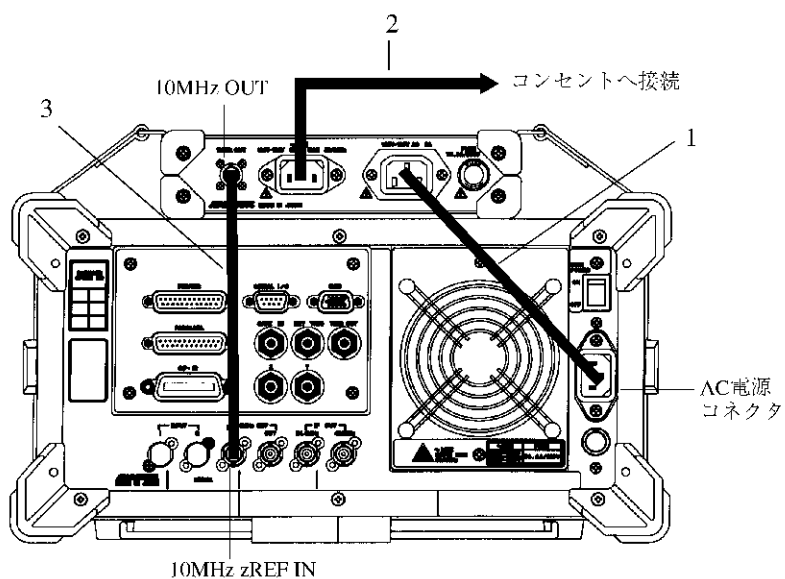

図 2-4 ケーブルの接続図 (背面)
3. 本器のAC電源出力コネクタと指定機器のAC電源コネクタを付属のケーブルで接続します。(図2-4の1)
4. 本器のAC電源コネクタをコンセントに接続します。(図2-4の2)
5. 本器の10MHz OUTコネクタと指定機器の10MHz REF INコネクタを付属のケーブルで接続します。(図2-4の3)